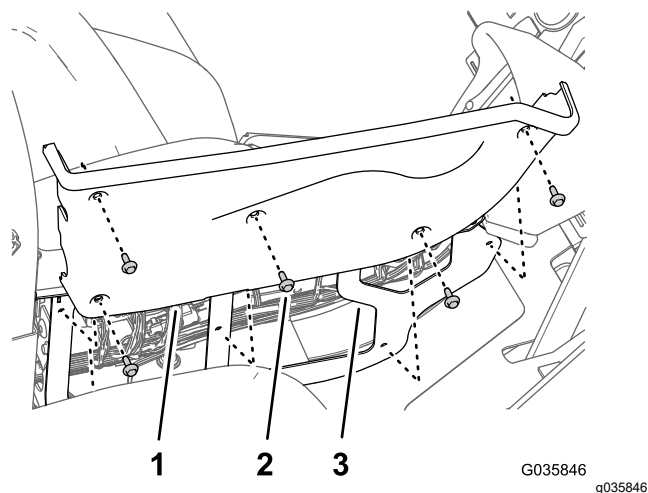

Figura 38
1. Scoateți cele 5 uruburi cu guler ($\frac{1}{4} \times \frac{3}{4}$ ") care fixează capacul din dreapta pe consola centrală (Figura 38).
2. Scoateți comutatoarele culbutor pentru comenzile de ridicare a braului din stânga și din dreapta de pe panoul consolei centrale (Figura 38).
- Aliniați orificiile din capacul din dreapta cu cadrul consolei centrale (Figura 38).
- Fixați capacul lateral pe consola centrală (Figura 38) cu cele 5 uruburi cu guler ($\frac{1}{4} \times \frac{3}{4}$ ") pe care le-ai îndepărtat la pasul 1.